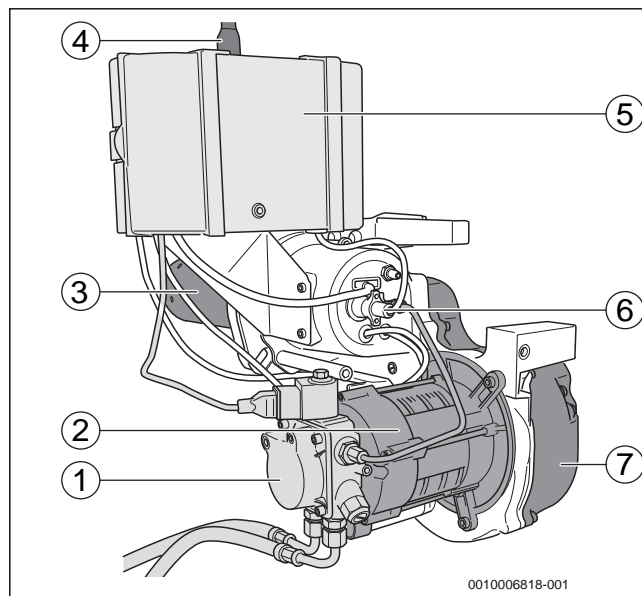

Рис. 1 Горелка BE 1.3 и 2.3
- Топливный насос с электромагнитным клапаном и шлангами для дизтоплива (→ рис. 1, [1])
- Двигатель горелки (→ рис. 1, [2])
- Труба горелки (→ рис. 1, [3])
- Цифровой автомат горения SAFe30 с кнопкой подавления помех (→ рис. 1, [5])
- Датчик пламени (→ рис. 1, [6])
- Вентилятор (→ рис. 1, [7])
Горелка (→ рис. 1) подключается к электросети через сетевой штекер (→ рис. 1, [4]) и коммуникационным проводом соединяется с системой управления.